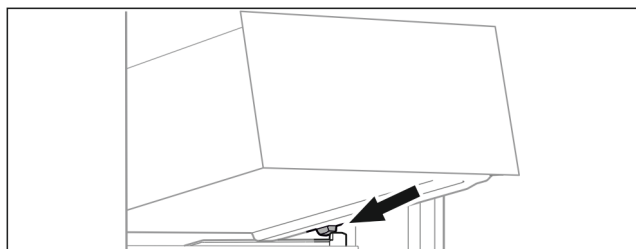

Fig. 68
- ▶ Sätt utdragslåda i vinkel på behållarens galler bakom de bakre stoppklackarna. (se Fig. 68)